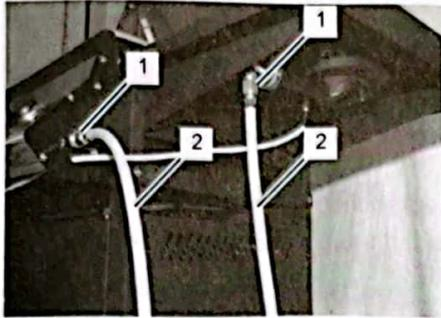

Abb. 33
1. Entfernen Sie die Stopfen von den Gasanschlüssen (Abb. 33/1).
2. Schrauben Sie die beiden Gasschläuche (Abb. 33/2) auf die Gasanschlüsse. Ziehen Sie die Muttern mit einem Maulschlüssel fest.